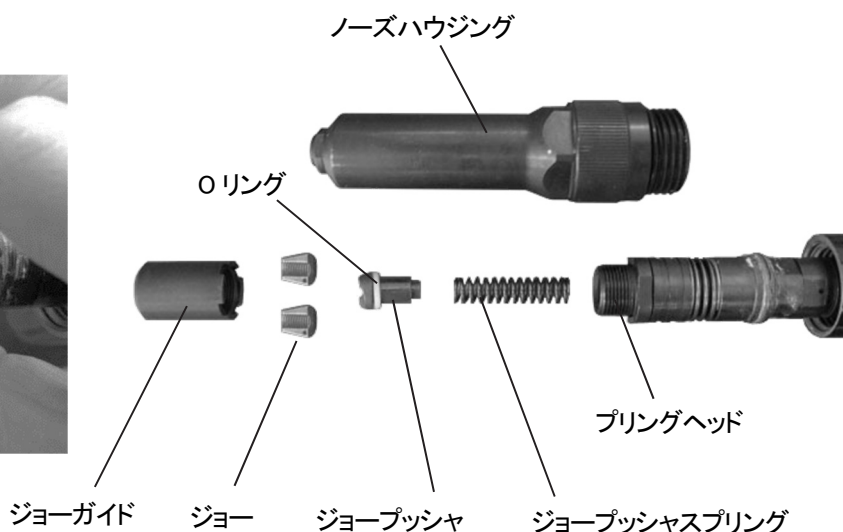

図 8-2
- 4) この時、外れてくるパーツを(図 8-2)に示します。これらのパーツ及びノーズハウジング・プリングヘッドの内部をブラシなど使い、脱脂洗浄剤等で掃除・洗浄します。